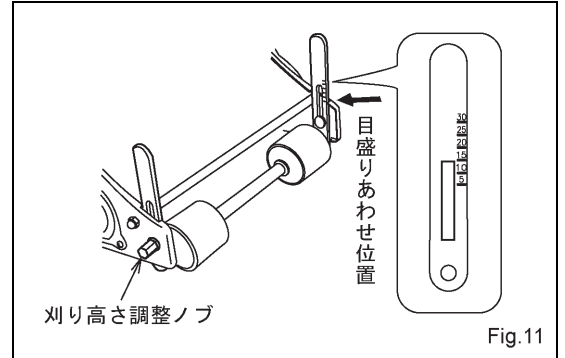

Fig.11
- (1) 刈り高さの調節は刈り高さ調節ノブをゆるめ、ローラーブラケット内側の目盛りをあわせませす。(Fig.11)
- (2) 刈り高さ調節ノブをしっかりと締め付けます。必ず左右同じ高さに調節してください。